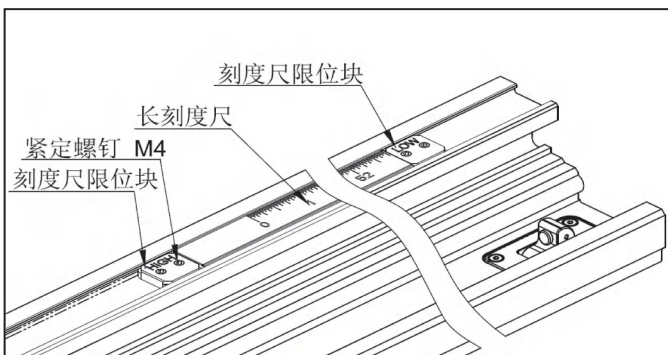

图 7-4
如图 7-4 所示，刻度尺两端设有刻度尺限位块。使用高靠山时，移动刻度尺，使刻度尺贴紧标记“HIGH”的限位块；使用低靠山时，移动刻度尺，使刻度尺贴紧标记“LOW”的限位块。使用前需校准刻度尺限位块的位置，方法如下：
- (1) 如图 7-4，使用 2mm 六角扳手松开刻度尺限位块上的 2 颗 M4 紧定螺钉，将限位块移动到距离刻度尺较远的位置，重新锁紧紧定螺钉。